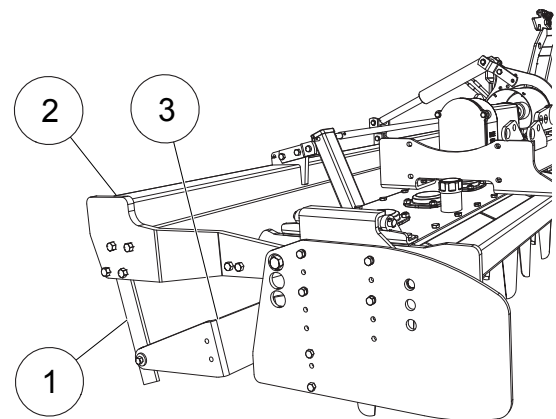

FIG. 7
Die Maschine kann mit der abgebauten Walze transportiert werden; Eisenhalterungen (1, "Fig. 7") werden benötigt, um die Planierschiene (3) an der Walzen Trägerschiene (2) zu befestigen
- Die Schrauben der Walzenhalterungen (1, "Fig. 7").